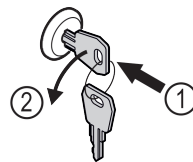

Fig. 177
- Sleutel erin duwen. Fig. 177 (1)
- Sleutel 90° linksom draaien. Fig. 177 (2)